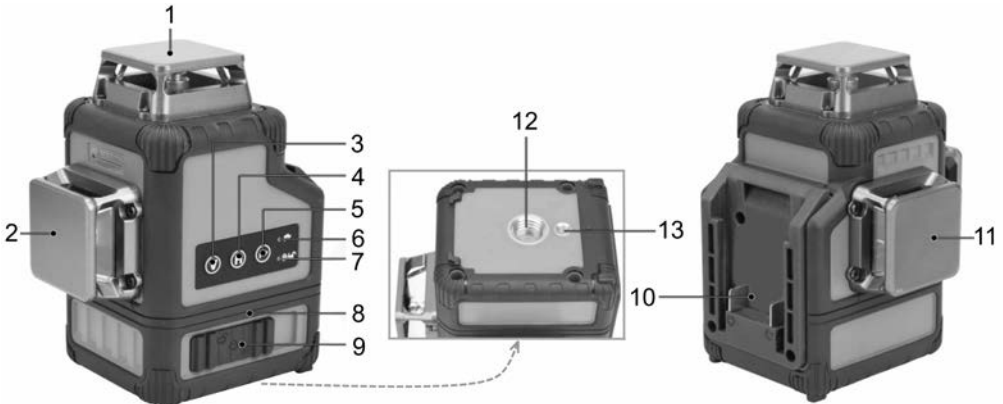
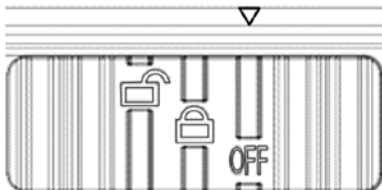

Рисунок 1
Рисунок 2
Перед встановленням або зняттям акумуляторної батареї завжди вимикайте пристрій за допомогою повзункового перемикача (9, рисунок 1), перемістивши його у положення «OFF» (дивіться рисунок 2). Вставте батарею у відповідний роз'єм для під'єднання (10, рисунок 1) до впевненого контакту клем.
3.6.1 Режим самовирівнювання. Режим самовирівнювання вмикається, коли повзунковий перемикач (9, рисунок 1) перемикається у положення розблокування – символ «» перемикача збігається з позначкою стрілки-показчика (8, рисунок 1). Світлодіодний індикатор (7, рисунок 1) у цьому режимі буде світитися зеленим кольором, якщо будь-які лазерні лінії увімкнені, або блиматиме зеленим кольором, якщо всі лазерні лінії вимкнені. У режимі самовирівнювання лазерні промені швидко блимають, якщо пристрій виходить за межі діапазону вирівнювання $3^{\circ} \pm 1^{\circ}$.
3.6.2 Ручний режим (режим блокування променів). Цей режим активується, коли повзунковий перемикач (9, рисунок 1) перемикається у положення блокування – символ «» перемикача збігається з позначкою стрілки-показчика (8, рисунок 1). Світлодіодний індикатор (7, рисунок 1) у цьому режимі буде світитися червоним кольором, якщо будь-які лазерні лінії увімкнені, або блиматиме червоним кольором, якщо всі лазерні лінії вимкнені. В цьому режимі пристрій може проектувати прямі лінії під різними кутами.
3.6.3 Імпульсний режим. Активується натисканням кнопки увімкнення імпульсного режиму (5, рисунок 1). При вмиканні цього режиму індикатор (6, рисунок 1) почне світитися синім кольором. Лазерний промінь у цьому режимі менш помітний і рекомендується для використання спільно з детектором-приймачем лазерних променів (не входить до комплекту постачання). Імпульсний режим можна використовувати як у режимі самовирівнювання, так і в ручному режимі.
3.6.4 Вимкнення пристрою. Для повного вимкнення пристрою і фіксування маятникового механізму слід перемкнути повзунковий перемикач (9, рисунок 1) з будь-якого положення у положення «Вимкнено» – символ «OFF» перемикача збігається з позначкою стрілки-показчика (8, рисунок 1).
- переміщення повзункового перемикача (9, рисунок 1) у положення блокування (символ «») вмикає горизонтальні лазерні лінії 360° ;
- натискання кнопки «H» (4, рисунок 1) вмикає/вимикає горизонтальні лазерні лінії 360° ;
- натискання кнопки «V» (3, рисунок 1) циклічно перемикає між двома вертикальними лазерними лініями 360° ;
- вибір доступних режимів здійснюється натисканням кнопок «V» (3, рисунок 1) та «H» (4, рисунок 1), щоб оптичні лазерні модулі працювали в таких поєднаннях/режимах (схематичне зображення спроектованих променів дивіться на рисунку 3):
3.7.1 Встановіть лазерний рівень біля стіни «А» на штативі або безпосередньо на тверду рівну поверхню. Увімкніть пристрій для роботи з автоматичним вирівнюванням, перемістивши повзунковий перемикач (9, рисунок 1) у положення розблокування (символ «»). Кнопками «V» (3, рисунок 1) та «H» (4, рисунок 1) виберіть режим роботи, в якому горизонтальна та вертикальна лазерні площини будуть випромінюватися попереду вимірвального пристрою.
3.8.1 Встановіть лазерний рівень на відстані 2,5 м від дверного прорізу на твердій, рівній поверхні (не на штативі!). Увімкніть вимірювальний пристрій у режимі автоматичного вирівнювання, перемістивши повзунковий перемикач (9, рисунок 1) у положення розблокування (символ «»). Кнопкою «V» (3, рисунок 1) виберіть режим роботи, в якому вертикальна лазерна площина випромінюється попереду вимірювального пристрою.